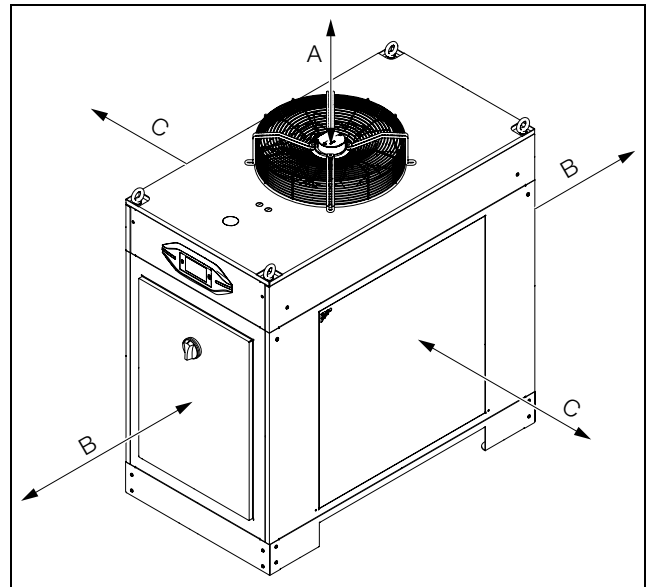

Fig. 19: Distanze minime
- L'apertura nella parte superiore del chiller deve rimanere sempre accessibile per consentire all'aria calda di scarico di fuoriuscire senza ostacoli (vedere fig. 19). Per agevolare il collegamento delle linee di alimentazione nonché la manutenzione e la riparazione, occorre attenersi inoltre alle distanze minime indicate nella figura 19.